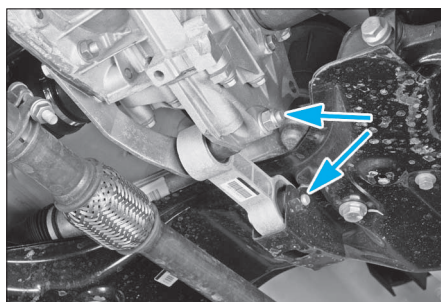

FIG. 33
- la biellette de reprise de couple (Fig.33).